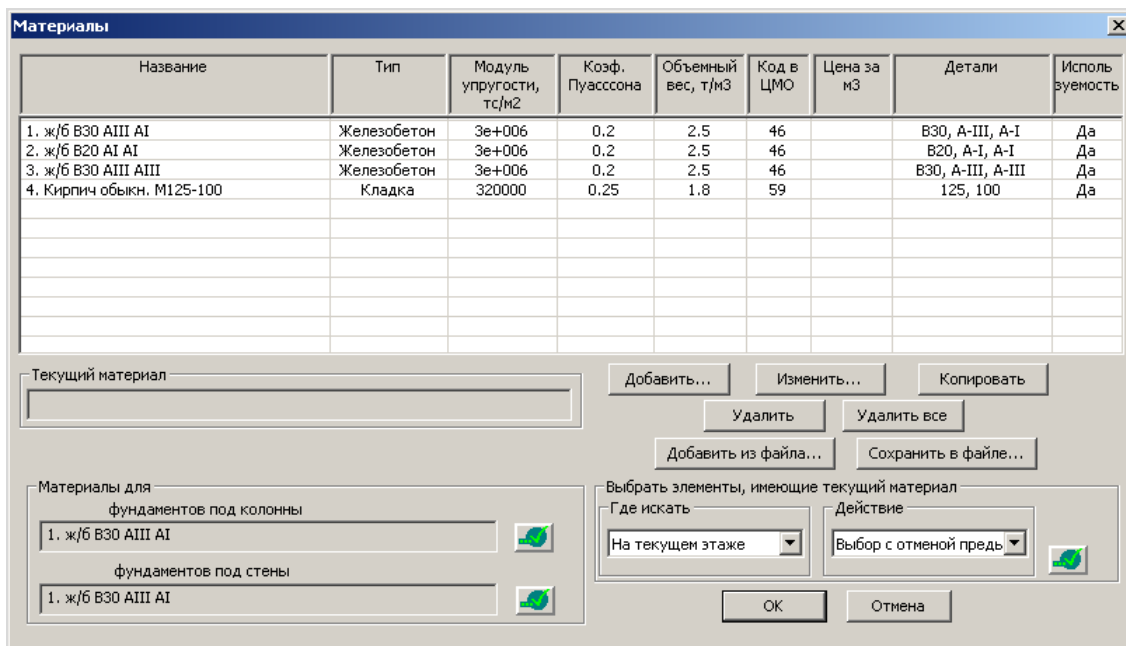

Рис.1.2.4. Окно диалога **Материалы**
- Окно диалога **Материалы** примет вид (рис.1.2.4):